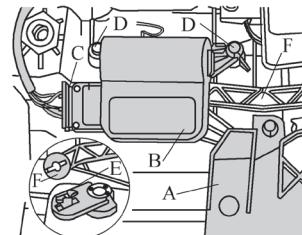

图 5-35 拆下左侧温度翻板伺服电动机
5) 如图 5-35 所示，如有必要，标记连接左侧温度翻板伺服电动机 V158 的插头 C ( 避免与其他结构相同的插头混淆 )。